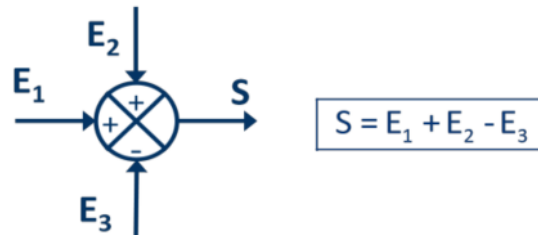

Figure 5 : un comparateur
- **Le comparateur (soustracteur ou sommateur), Figure 5 :** il comporte plusieurs entrées mais une seule sortie. Ces entrées peuvent être **additionnées** ou **soustraites**.